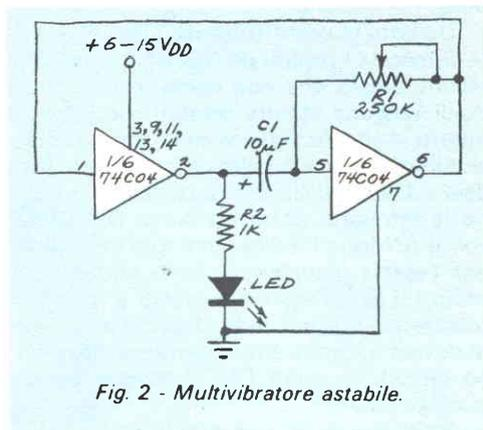

Fig. 2 - Multivibratore astabile.
**Multivibratore astabile CMOS** - Un buon sistema per conoscere meglio i CMOS è costruire un semplice multivibratore astabile con pochi invertitori dell'invertitore sestuplo 74C04. Nella fig. 2 è rappresentato uno dei possibili circuiti; esso farà lampeggiare il LED con forte luminosità pur consumando solo pochi milliampere dalle quattro pile alcaline di tipo AA da 1,5 V collegate in serie. Eccettuando la corrente circolante attraverso il LED, il circuito consuma meno di 0,5 mA.